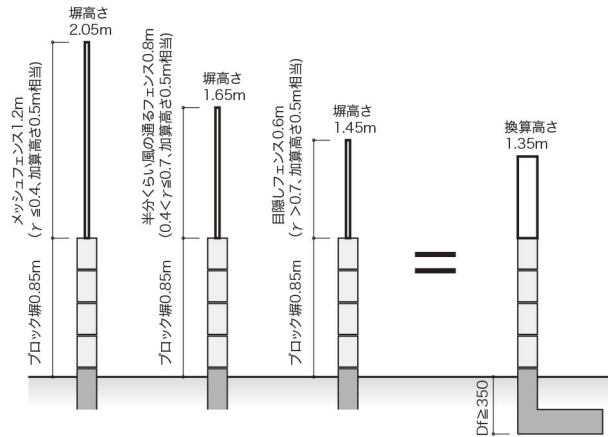

図2-2-12 連続フェンス塀換算高さ例
- ・連続フェンス塀は、換算高さをそのブロック塀の高さとみなして、基礎や配筋を決定してください。(図2-2-12)のように換算高さが同一な塀は配筋や基礎も同じ規定となります。